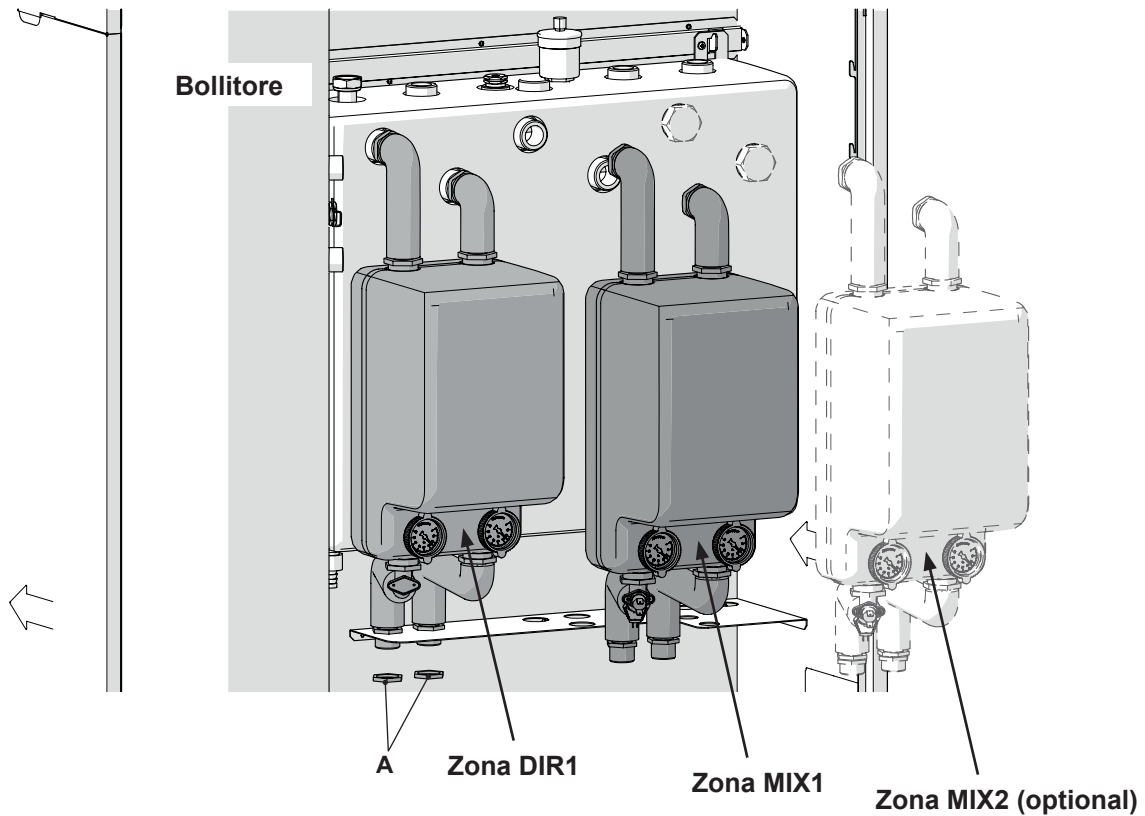

Figura 2.9
- Collegare l'insieme ottenuto all'accumulo inerziale seguendo lo schema in Figura 2.9.
- Fissare il gruppo alla staffa di collegamento impianto tramite ghiere (A).